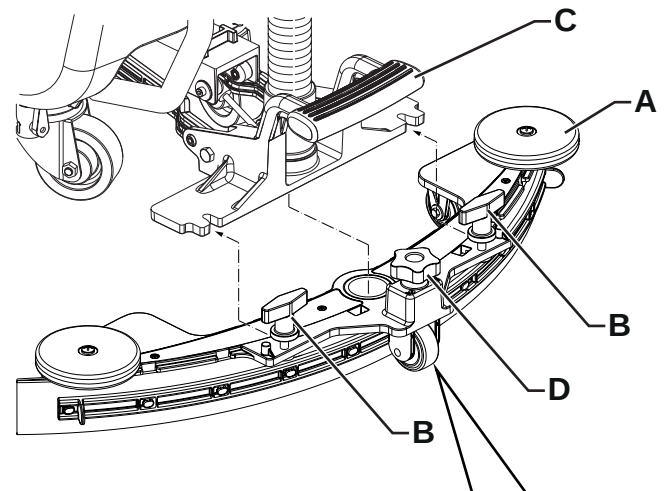

Afbeelding 3
1. Controleer of het REV™-schrobdek (37) omhoog staat.
2. Schakel de machine uit en verwijder de bedienerssleutel (41).
3. Afhankelijk van de uit te voeren werkzaamheden installeert u de pad (A, Afb. 3) of de borstel (C, optioneel) aan de hand van de volgende aanwijzingen:
- Plaats de pad (A) onder het schrobdek en druk deze aan totdat hij is bevestigd aan het klittenband van de schijf (B).
- Plaats de borstel (C, optioneel) onder het schrobdek en laat de centreerpennen (D) in de betreffende openingen in de schijf (B) grijpen en bevestig de borstel met de drie bevestigingsschroeven (E).